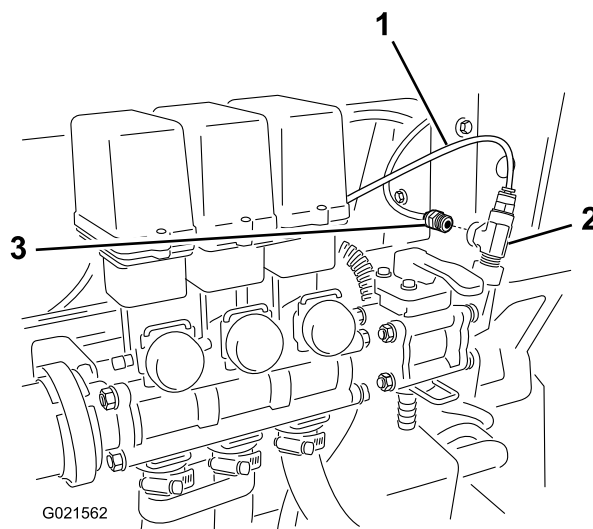

Рисунок 9
3. Найдите красную трубку манометра, идущую от обратной стороны пульта управления, и вставьте ее в отверстие тройника (Рисунок 9).